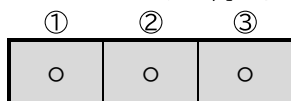

図4 I/F-4 仕様(top view)
- 制御対象装置の電源供給用(電圧 5V、最大供給電流容量 1.0A 程度)。(図4 参照)
接続用ケーブルー 4	制御対象装置 I/F-4 用の電源供給用 図4 参照